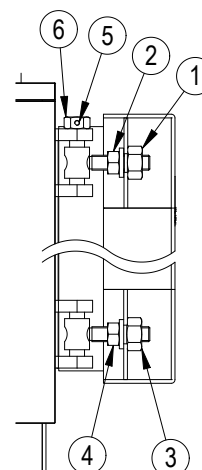

fig. 10
5.6.2 Per modelli MEGAPREX 720N+1060N (Fig. 10)